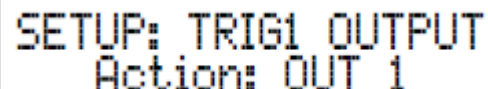

Рисунок 24
11.Поворачивайте регулятор VOLUME до тех пор, пока не будет отображена индикация “SETUP: TRIG1 OUTPUT, Action: OUT 1”. Смотрите рисунок 24.